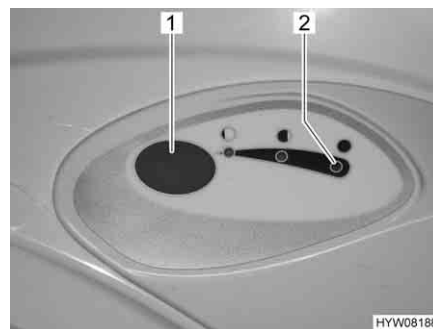

Fig. 175 Bouton pour la chasse d'eau/
- Pour actionner la chasse d'eau, appuyer sur le bouton bleu (Fig. 175,1).
Le voyant de contrôle (Fig. 175,2) s'allume lorsque le réservoir pour matières fécales doit être vidé.